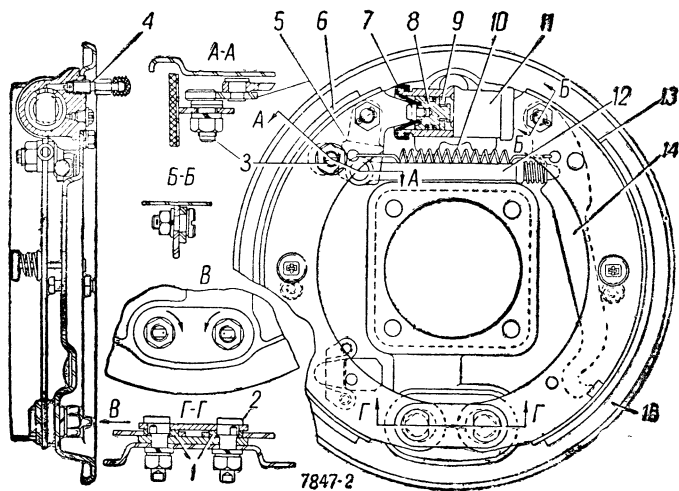

Рис. 43. Задний тормозной механизм:
Задний тормозной механизм имеет один колесный цилиндр 11 (рис. 43) двухстороннего действия с внутренним диаметром 28 мм, который приводит в действие обе колодки 6 и 13. Передняя колодка 6 имеет накладку длиной 300 мм, а задняя колодка 13 одинаковая с колодками переднего тормоза.
1. Убедитесь в правильности регулировки рычага 14 (см. рис. 43) привода стояночного тормоза. Для этого:
— снимите защитные чехлы 10 с направляющих трубок 9 и, перемещая рукой трос, измерьте его перемещение относительно торцов направляющих трубок. Трос следует перемещать с небольшим усилием в пределах свободного хода приводного рычага 14 (см. рис. 43). Перемещение троса должно быть в пределах 6—9 мм.